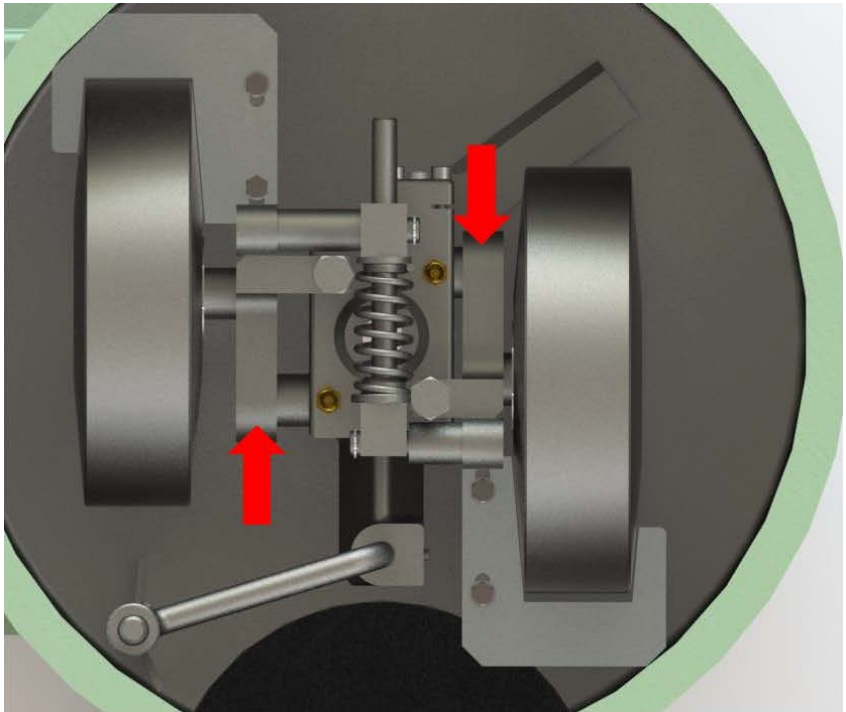

Figura 7: Balancins
- Injete lubrificante nos acessórios de lubrificação em cada base do balancim para lubrificar os balancins (Figura 7). Injete lubrificante até que comece a sair da base junto do acessório de lubrificação.